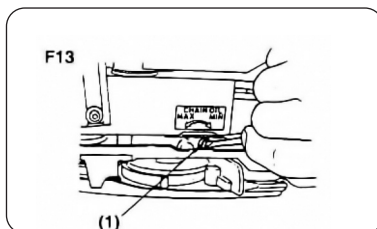

Рис. 12
- Расход масла можно отрегулировать с помощью отвертки, вставляемой в отверстие с нижней стороны муфты. Установить требуемый расход масла (Рис. 12).